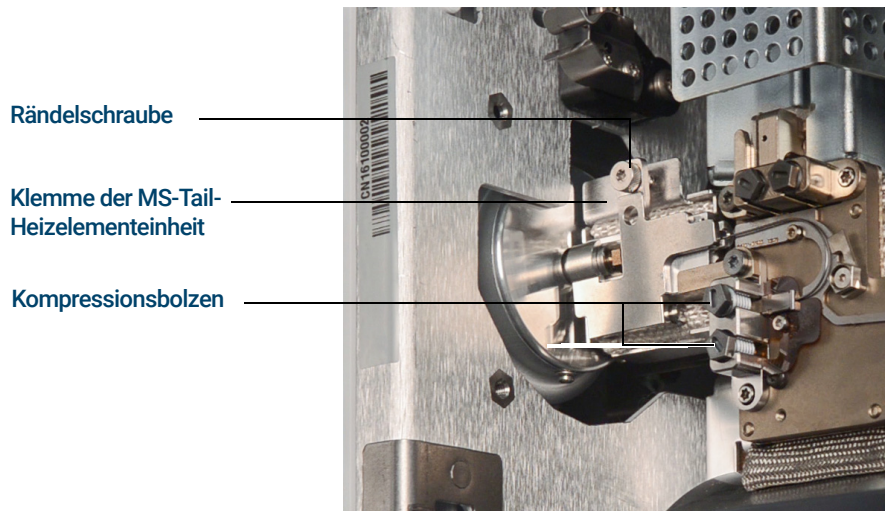

Abbildung 14. MS-Tail-Heizelementeinheit mit geschlossener Klemme
- 9 Verwenden Sie den Intuvo-Drehmomentschrauber und entfernen Sie den Kompressionsbolzen, mit dem die Schnelldkupplungsbussverbindung des 9000 GC/MS-Tail fixiert ist. Entfernen Sie auch den Bolzen aus der leeren Busverbindung. (Siehe **Abbildung 14.**)